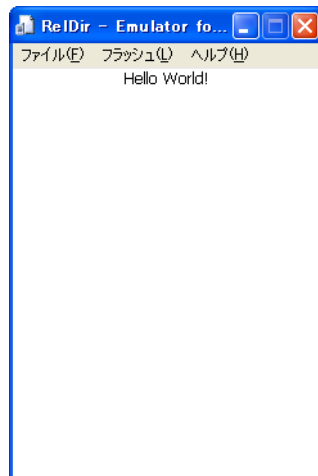

図 3 ミ 13 標準のシェルの Subproject_Shell アプリケーションに置き換え
9. 図 3 ミ 13 に示されたように、標準のシェルの部分で対象デバイスが Subproject_Shell アプリケーションを実行することを確認します。